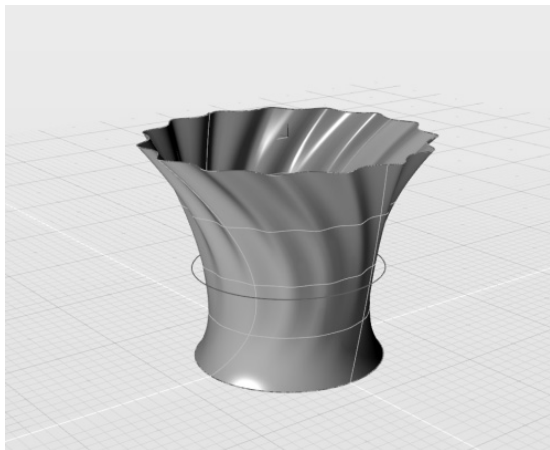

图 4-68 调整 V 向阶数为 3, 呈光滑曲面
5) 如果想要获得光滑的曲面, 则可在控制面板中将阶数修改为更高的值, 如将“样条线 V 向阶数”参数的值修改为“3”, 如图 4-68 所示。